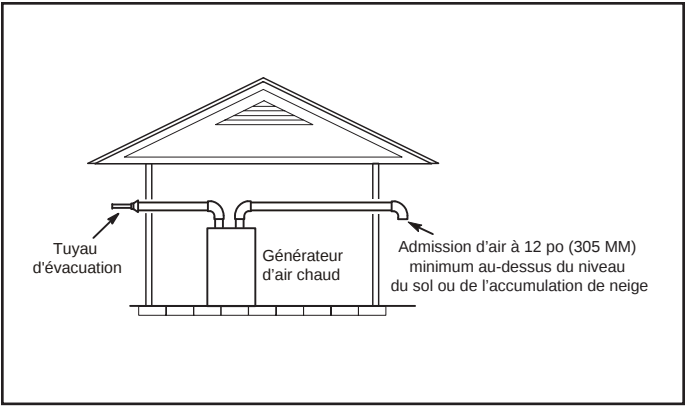
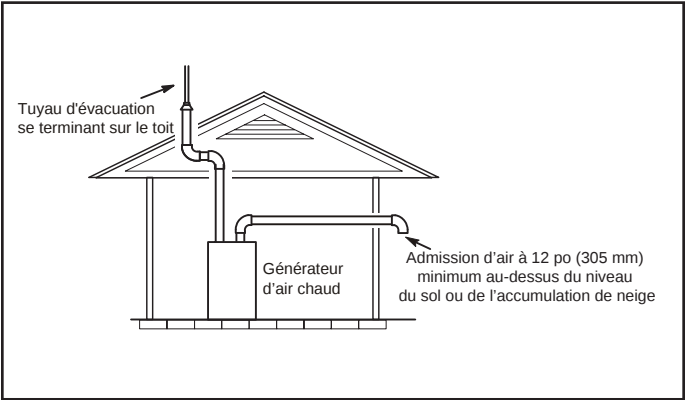

Figure 23. Sortie des événements d'évacuation et d'admission (Aucune zone de pression commune)
Figure 24. Sortie des événements d'évacuation et d'admission (Aucune zone de pression commune)
1. Les terminaisons d'admission et d'évacuation ne doivent pas nécessairement se trouver dans la même zone de pression. Vous pouvez sortir l'admission d'un côté de la structure et l'évacuation d'un autre côté (Figure 23). Vous pouvez sortir l'évacuation par le toit et l'admission par le côté de la structure (Figure 24).